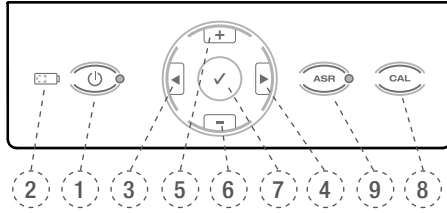

Fig. 4 Panel de teclado
- para operar el micromotor, también existe la posibilidad de pulsar y mantener presionada la tecla **CONFIRMAR** ✓ (7), Fig. 4 durante 1,5 segundos. El micromotor puede ser detenido pulsando una tecla cualquiera o el pedal. Cuando se pulsa la tecla **CONFIRMAR** ✓, el micromotor se detiene automáticamente después de 5 minutos sin uso para conservar la carga de la batería.
Pulse la tecla ON/OFF para desconectar el aparato. El LED de la batería (2), Fig. 4 no se encenderá, a menos que la batería se esté cargando.
- Mantenga presionada la tecla CAL (8), Fig. 4.